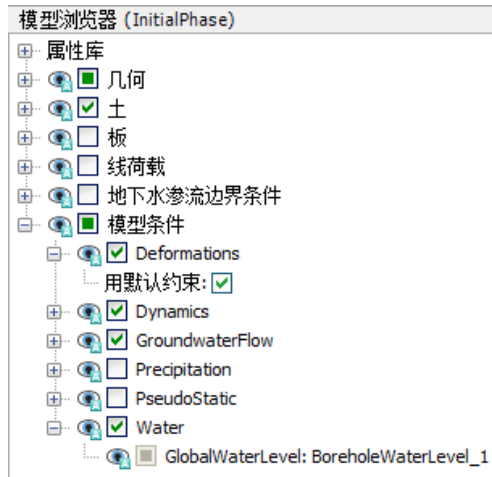

图 15 模型浏览器变形和水子目录
- 展开水子目录树。根据修改土层窗口中指定给钻孔的水头标高值生成水位，该水位自动指定为全局水位（图 15）。